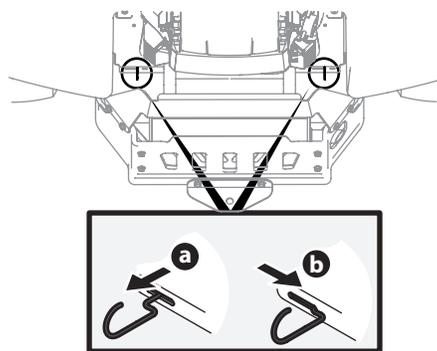

Figura 2-1
- Enganche las varillas de derivación de la transmisión, una a cada lado del tractor, para mover el tractor manualmente sin ponerlo en marcha. Las varillas de derivación de la transmisión están ubicadas en la parte trasera del tractor, justo en el interior de las ruedas traseras. Enganche las varillas de derivación tirando de cada una hacia afuera (a) y hacia la derecha (b) para trazarlas en su lugar. Vea la Figura 2-1.
- Después de mover el tractor, desenganche las varillas de derivación invirtiendo los pasos a y b. Vea la Figura 2-1.